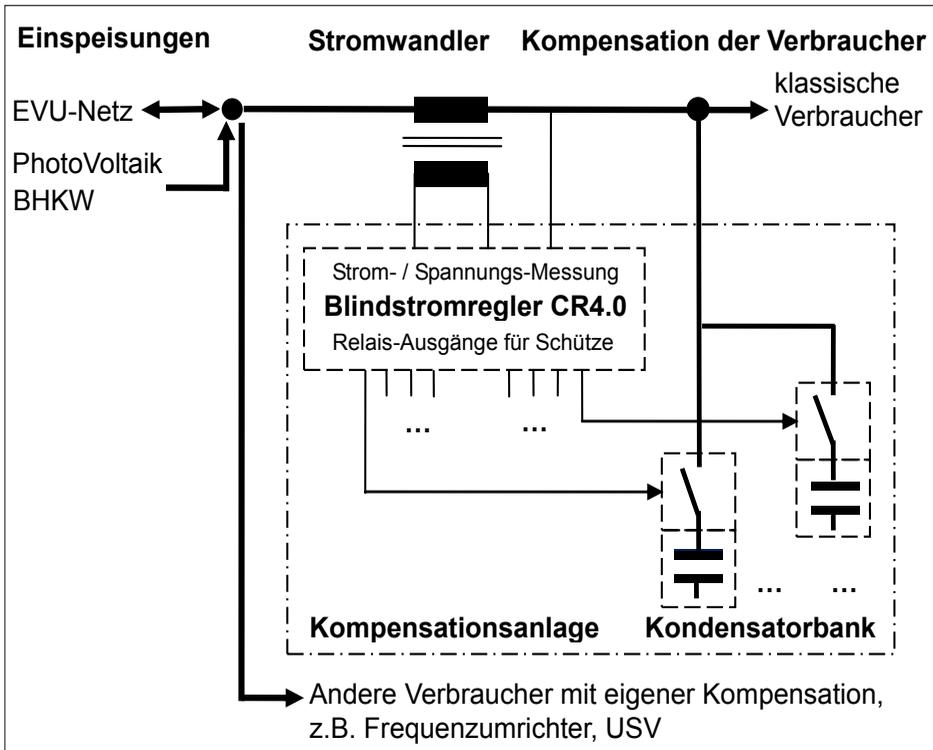

Abbildung 1
- Der **Stromwandler** muß zwischen allen einspeisenden (links) und allen verbrauchenden Geräten einschließlich der Kompensationsanlage selbst (rechts) eingebaut sein, siehe Anschlussschema Abbildung 1. Verbraucher mit eigener Kompensation (z.B. Frequenzumrichter, USV) sollen nicht in die Kompensation einbezogen sein.
Befinden sich rechts vom Stromwandler im Anschlussschema Abbildung 1 auf der Verbraucherseite einspeisende Geräte, z.B. eine Photovoltaik-Anlage kann der Blindstromregler nicht die Ströme zwischen verbraucherseitiger Einspeisung und Kompensations-Stufen sehen, regelt ineffektiv und mißt falsche Werte bei der Überwachung der Leistungsstufen, was zu deren Außerbetriebnahme führen kann; die Defekterkennung / Überwachung der Stufenleistungen ist abschaltbar. **Bitte korrigieren Sie Ihre Installation**, diese darf (zumindest bei Anlagen >30kVA / kW_{peak}) ohnehin nicht vom EVU abgenommen werden und ist nicht förderfähig.
- Blindstrom-Kompensation und **Notstrom-Versorgung**: i.A. wird empfohlen, eine ortsfeste Notstromanlage nicht mit der Blindstrom-Kompensationsanlage zu belasten, da der Dieselgenerator selbst Blindleistung in fast beliebiger Größe bereitstellen kann. Hierfür ist im Anschlussschema Abbildung 1 das Notstromaggregat rechts vom Stromwandler anzuschließen; eine Abschaltung der Blindstrom-Kompensation ist dann nicht notwendig.
- Wird das lokale Stromversorgungsnetz aus **zwei oder mehr Einspeisungen** versorgt, kann der Blindstromregler nur dann fehlerfrei arbeiten, wenn alle Einspeisungen und Kuppelschalter links und alle Verbraucher einschließlich der Kompensationsanlage selbst rechts vom Stromwandler angeschlossen sind, siehe Anschlussschema Abbildung 1.